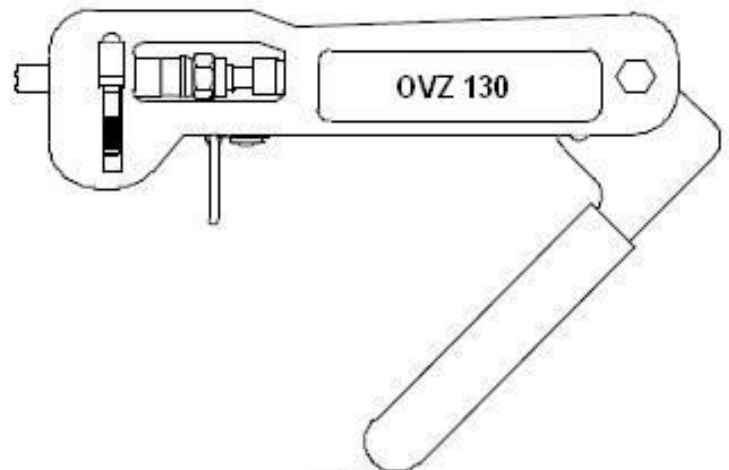

Bild 5
9. Legen Sie das Kabel mit dem aufmontierten Stecker in das geöffnete Verpresswerkzeug, so dass der Innenleiter des Kabels in die Öffnung der Spitze des beweglichen Verpresskolbens ragt (Bild 5).